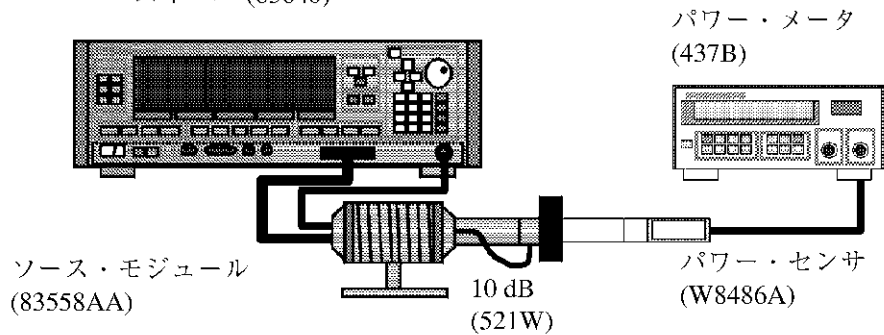

図 6-11 ソース・モジュール校正の準備
2. 図 6-11 に示したモデルを接続します。
10. 図 6-11 に示したモデルを接続します。